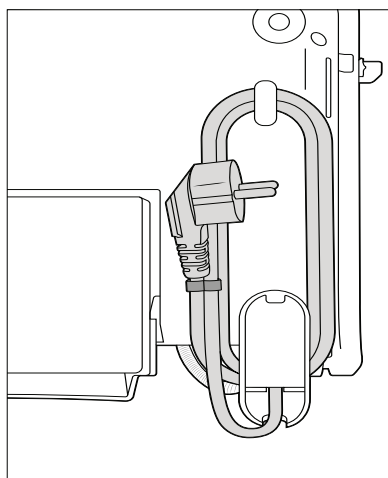

Fig. 2
- ◆ En la parte inferior del aparato hay un enrollacables ③. Enrolle el cable de red en sentido horario alrededor del enganche y de la pata del aparato (fig. 2).